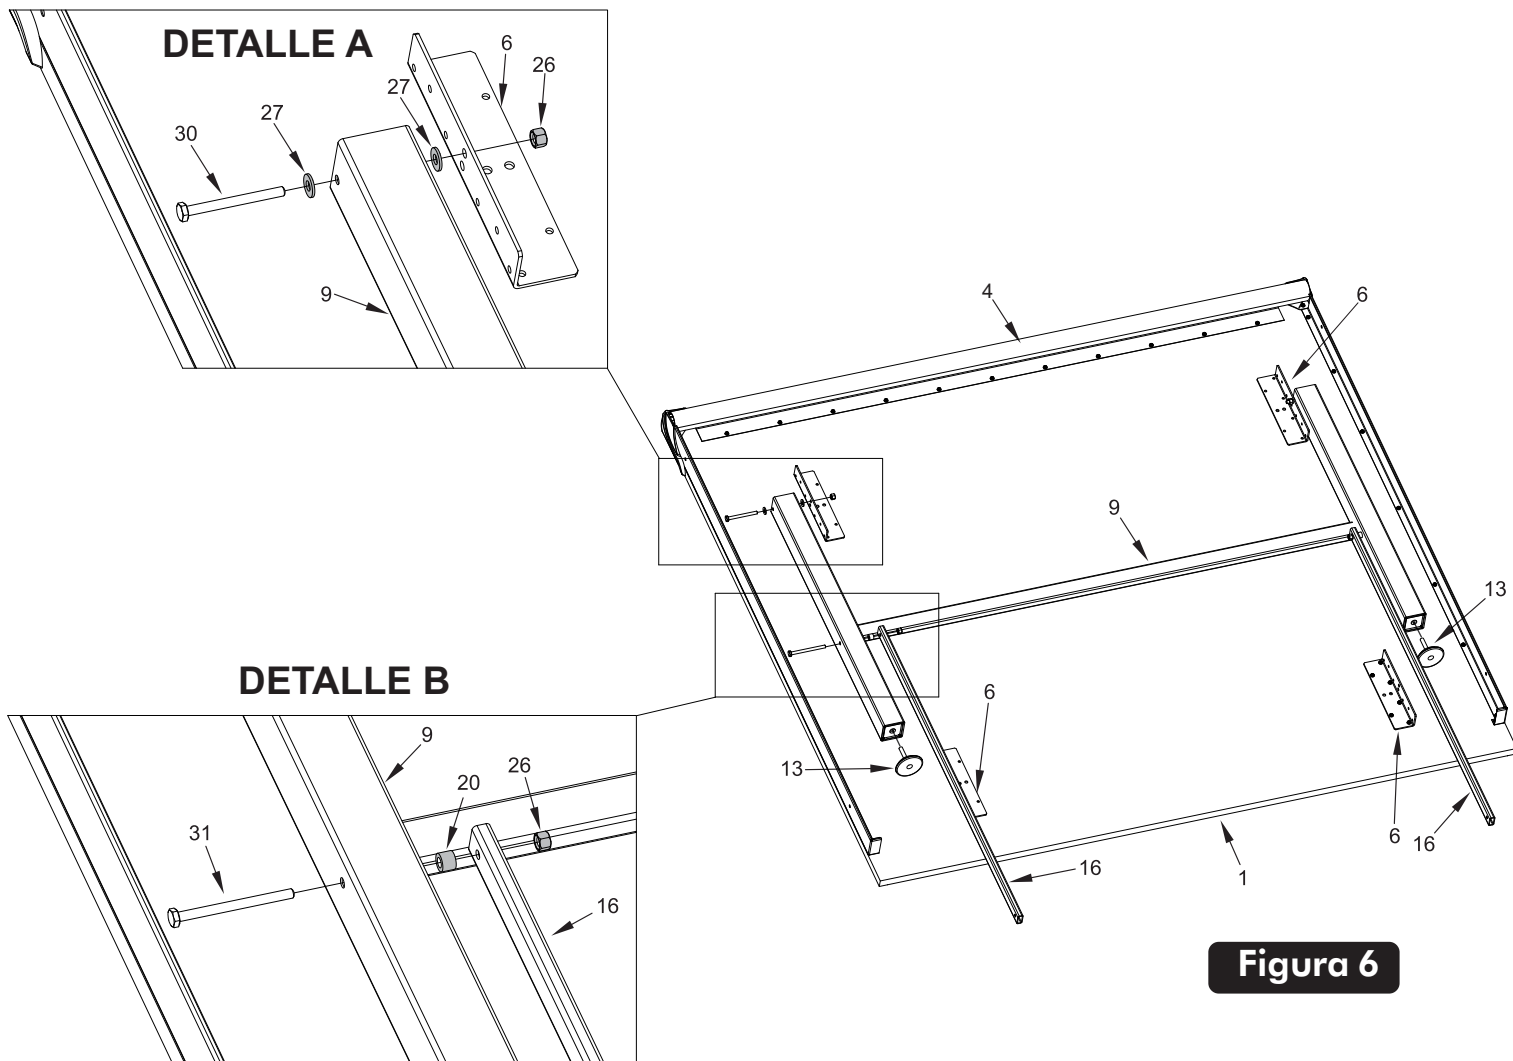

Figura 6
8. Cuando realice este paso, es posible que desee colocar una toalla entre el tablero y la pared para no rayar la pared. Con la ayuda de al menos de otro adulto, tome una de las mitades de la Mesa # 1 y apóyela contra una pared, como se muestra en la Figura 6. Gire el tablero para que este sea colocado como se muestra
9. Coloque la Pata Ensamblada #9 a los Soportes de Escuadra #6 en la parte inferior de la mitad de la mesa #1, utilizando dos tornillos #30, cuatro rondanas #27 y dos tuercas de seguridad #26. Vea la Figura 6 y el Detalle A. **NOTA: Rondanas #27 van en ambos lados de las pata. NOTA: la barra soldada en las patas #9 va en contra de la mesa.**
10. Atornille el Nivelador de la Pata # 13 en el extremo de cada pata ensamblada # 9. Vea la Figura 6.
11. Coloque los Tubos Conectores #16 en el interior de las patas #9 utilizando los tornillos #31, los Separadores #20 y las Tuercas de Seguridad #26. **NOTA: Los Separadores #20 van entre las patas y los tubos conectores.** Vea la Figura 6 y el Detalle B. Apriete las tuercas de seguridad ajustándolas, pero no las sobre apriete. Ya que la unión debe ser capaz de moverse.